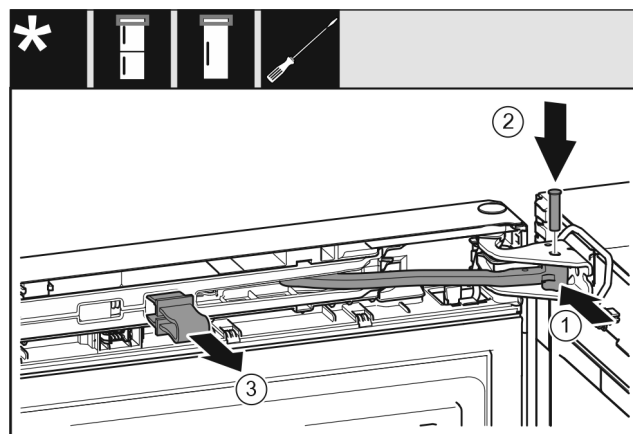

Fig. 23
- Tourner l'articulation dans le support de palier. Fig. 23 (1)
- Introduire le boulon dans le support de palier et l'articulation. Veiller à ce que l'ergot d'encliquetage repose correctement dans la rainure. Fig. 23 (2)
- Enlever l'arrêtoir. Fig. 23 (3)